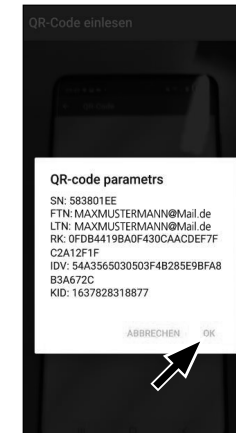

Abb. 72
- Es erscheint eine Meldung mit Daten zu der KeyApp auf Smartphone B, welche Sie unten rechts mit „*OK*“ bestätigen (Abb. 72).